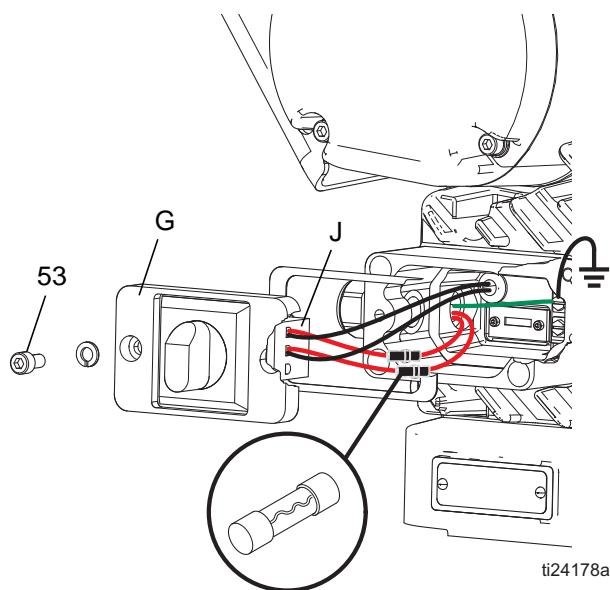

图 9：保险丝位置
3. 从驱动器上卸下四颗螺丝（53）和接线盒盖（G），取出隔断块（J）。参见图 9。
13. 将电线绕着隔断块 (J) 轻轻塞进接线盒 (S)，然后重新安装接线盒盖 (G)。卸下两颗螺丝 (53) 和垫圈，然后拧紧。参见图 9 (第 13 页)。